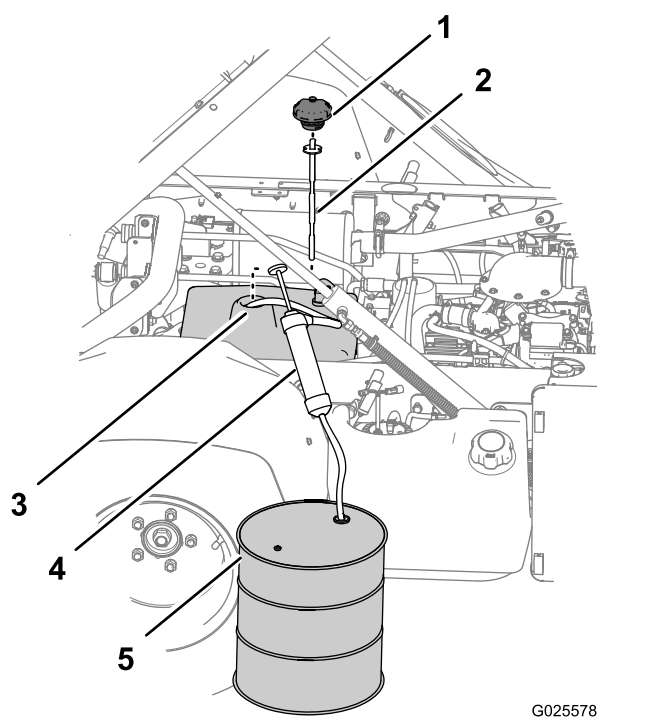

Figura 82
3. Retire a tampa e a vareta do tubo de enchimento do depósito hidráulico (Figura 82).
4. Encaminhe a mangueira de admissão do equipamento sifão através do tubo de enchimento do depósito hidráulico e até ao fundo do depósito (Figura 82).
5. Direcione a mangueira de descarga do equipamento sifão para um recipiente de recolha (Figura 82) com 11,4 litros de capacidade (modelo não TC) ou 19 litros de capacidade [Modelo não TC com o Kit de fluido
- Retire o equipamento sifão do depósito hidráulico (Figura 82).
- Adicione 7,5 litros (modelo não TC) ou 15,1 litros [modelo não TC com o Kit de fluido hidráulico de alto fluxo (opcional) ou modelo TC] do fluido hidráulico especificado ao depósito hidráulico (Figura 82).
- Instale a vareta e a tampa no tubo de enchimento do depósito hidráulico (Figura 82).